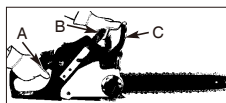

Рисунок 10
3. В охватите правой рукой за заднюю рукоятку (А) (рис. 10).
- 4.левой рукой крепко возьмитесь за переднюю рукоятку (В) [но не за рычаг ТОРМОЗА ЦЕПИ (С)] (рис. 10).
5. Нажмите на курок газа на 1/3 хода, а затем сразу же активируйте рычаг ТОРМОЗА ЦЕПИ (С) (рис. 10).